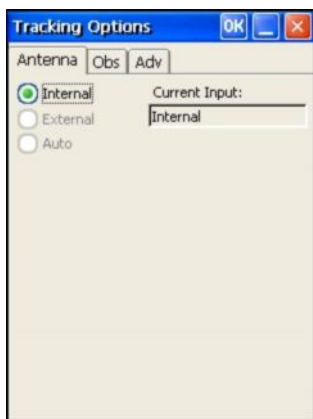

Рис. 3-12. Выбор типа используемой антенны
8. Нажмите значок Tracking и выберите тип антенны, которая используется приемником (Рис. 3-12).